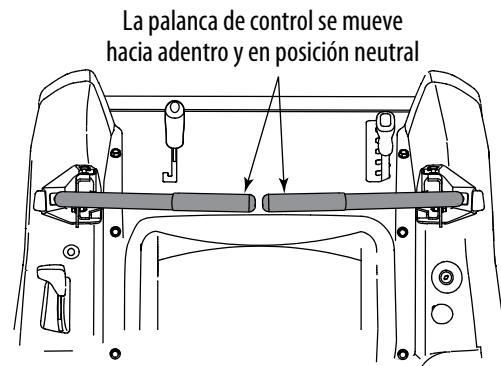

Figura 5-2
- Coloque las palancas de control de transmisión del lado derecho y del lado izquierdo hacia adentro, en posición neutral. Vea la Figura 5-2.